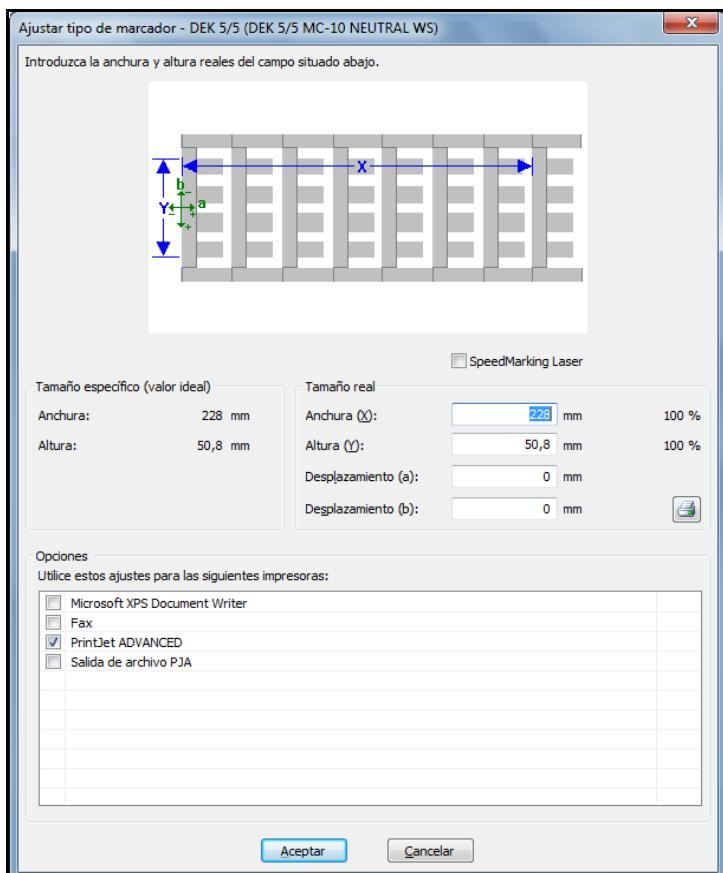

Figura 105 Ajuste del tipo de señalizador
- 8 Para corregirlo, es necesario cambiar el valor de Desplazamiento (a) en la ventana Ajustar tipo de marcador (véase la Figura 105 Ajuste del tipo de señalizador).
- 9 Para corregirlo, es necesario cambiar el valor de Desplazamiento (b) en la ventana Ajustar tipo de marcador (véase la Figura 105 Ajuste del tipo de señalizador).
Para ajustar esto, es necesario sustraer el valor medido (1 mm en este ejemplo) del valor real de Anchura (X) en la ventana Ajustar tipo de marcador (véase la Figura 105 Ajuste del tipo de señalizador).
Si la impresión va cambiando, de señalizador a señalizador, de centro a izquierda, es necesario añadir el valor medido al valor real de Anchura (X) en la ventana Ajustar tipo de marcador (véase la Figura 105 Ajuste del tipo de señalizador).
Para ajustar esto, es necesario sustraer el valor medido (1 mm en este ejemplo) del valor real de Altura (Y) en la ventana Ajustar tipo de marcador (véase la Figura 105 Ajuste del tipo de señalizador).
Si la impresión va cambiando, de señalizador a señalizador, del centro hacia abajo, es necesario añadir el valor medido al valor real de Altura (Y) en la ventana Ajustar tipo de marcador (véase la Figura 105 Ajuste del tipo de señalizador).